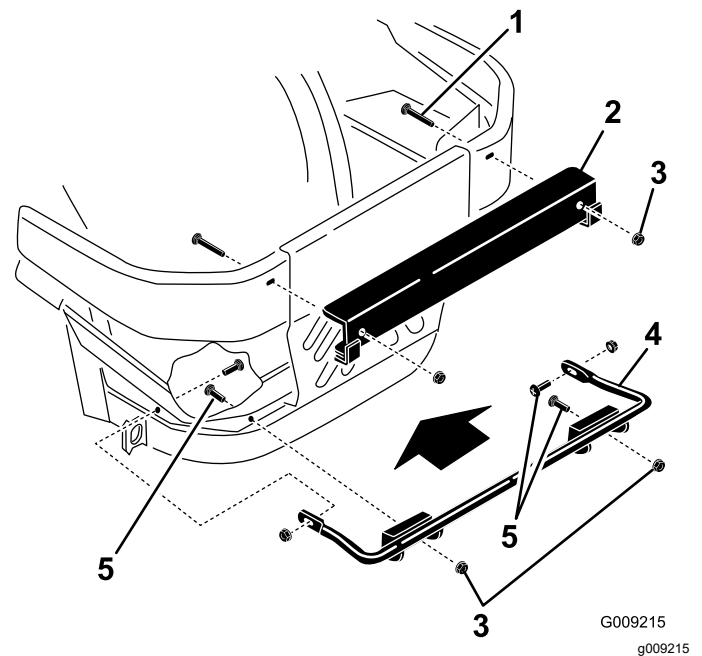

Figura 6
1. Instale el soporte de montaje inferior en el bastidor de la máquina con 4 pernos de cuello cuadrado ($\frac{3}{8}$ " x $1\frac{1}{4}$ ") y 4 tuercas con arandela prensada ($\frac{3}{8}$ "), según se muestra en Figura 6.
2. Instale el soporte de montaje superior en los parachoques laterales derecho e izquierdo con 2 pernos de cuello cuadrado ($\frac{1}{2}$ " x $2\frac{1}{2}$ ") y 2 tuercas con arandela prensada ($\frac{1}{2}$ "), según se muestra en Figura 6.